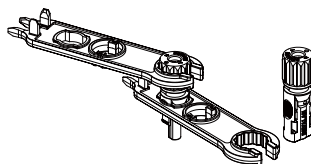

Fig. 3.5 Conector con la tuerca apretada
c) Introduzca el contacto en la parte superior del conector y apriete la tuerca sobre ella (fig. 3.5).